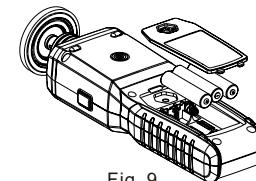

Fig. 9
- Le produit est alimenté par trois batteries 1,5V AAA. Veuillez vous référer à la Fig. 9 pour installer ou remplacer les batteries.